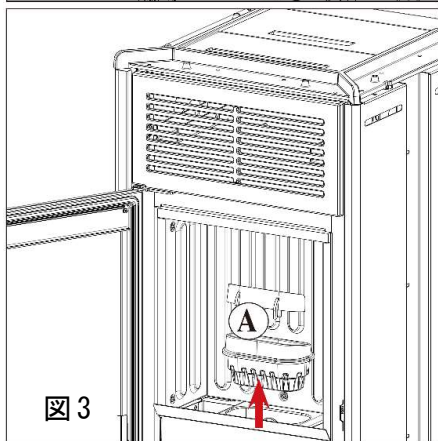

図 3
- ・ 毎日のクリーニングをした後、燃焼ポットを(図3, 4)のように設置し直して下さい。